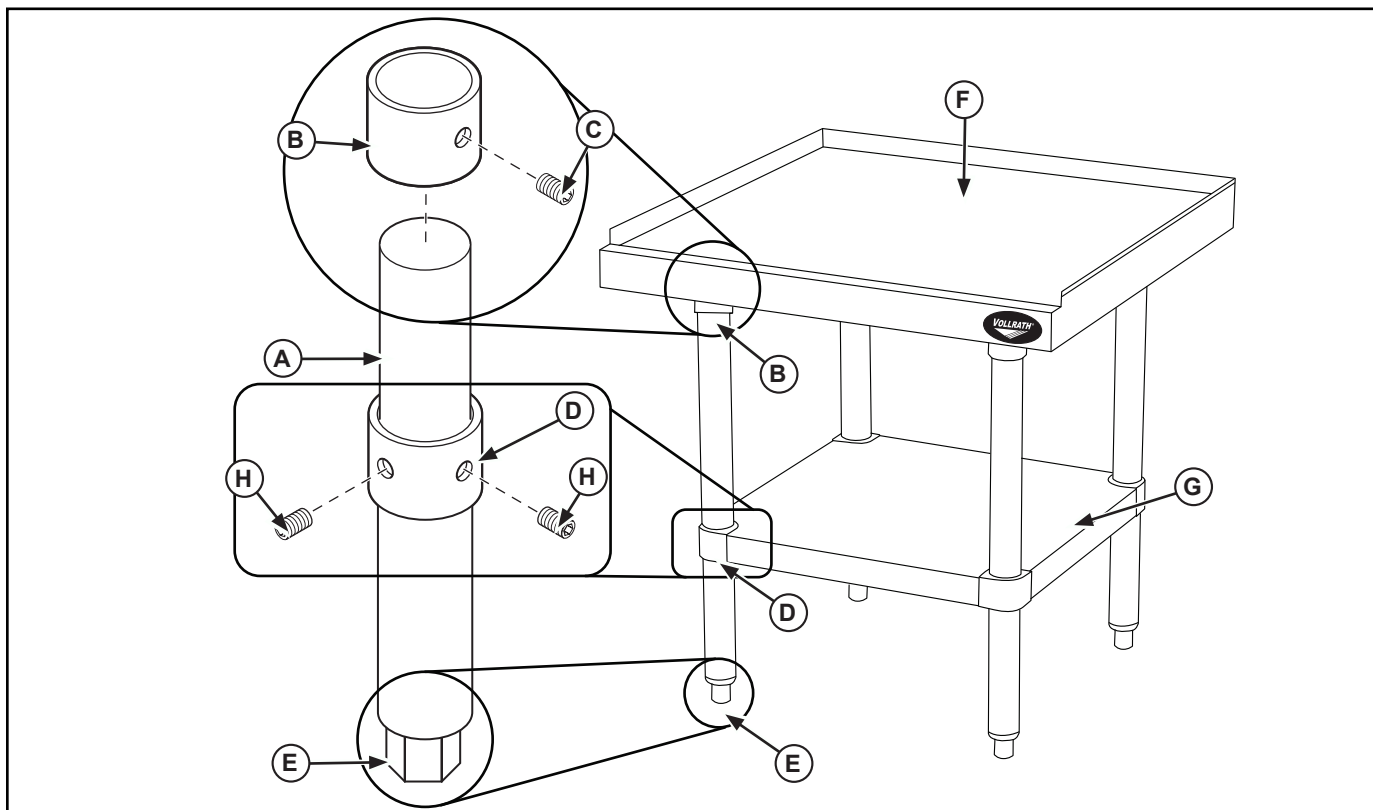

Figure 1. Socle d'équipement
3. Insérez le pied (A) dans le collier de soutien (B) jusqu'à ce qu'il touche le dessus (F). Il faudra peut-être desserrer la vis Allen (C) pour glisser le pied à fond dans le collier de soutien (B). Reprenez pour tous les pieds. Voir la figure 1.
4. Serrez les vis dans les (C) colliers de soutien (B).
5. Glissez l'étagère (G) sur les pieds (A). Il faudra peut-être desserrer les vis Allen (H) pour glisser l'étagère (G) sur les pieds (A).
6. Positionnez la pince d'étagère (D) de manière à ce que la surface supérieure de l'étagère (G) soit à 20,3 cm (8 po) du sol.